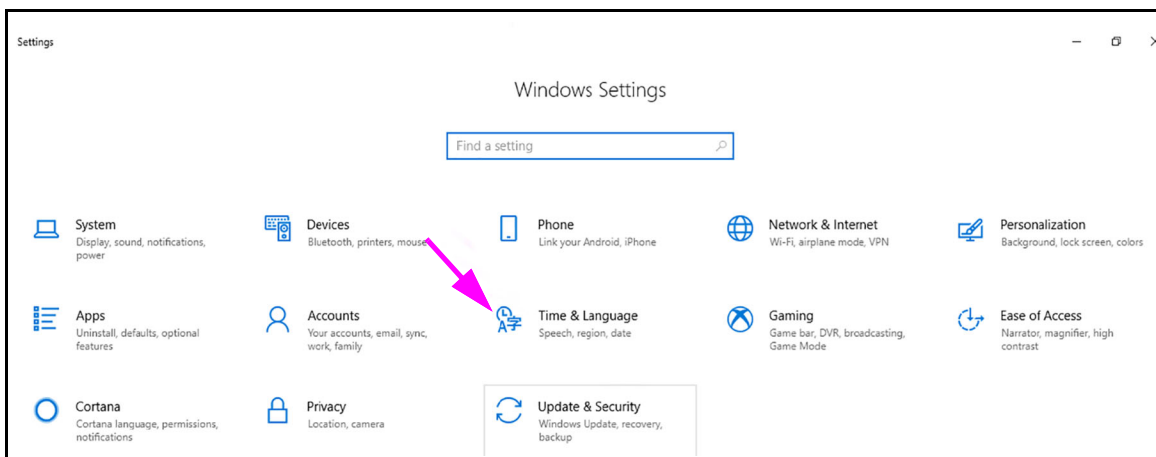

Figura C-6. Fereastră Setări Windows 10
3. Faceți clic pe pictograma **Pornire Windows (Windows Start)** și selectați **Setări (Settings)** din meniu. Se afișează fereastra Setări Windows (Windows Settings). Consultați Figura C-6.
4. În fereastra Setări Windows (Windows Settings), faceți clic pe **Timp și limbă (Time and Language)** (consultați Figura C-6).